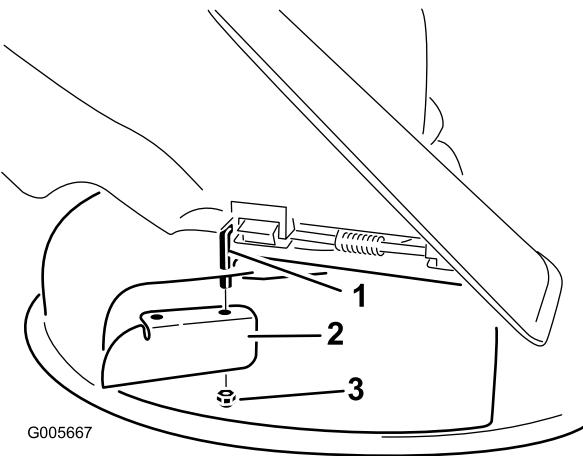

Figure 26
7. Montez le déflecteur d'ouverture sur la tige de pivot exposée (Figure 26).
3. Enlevez le déflecteur d'ouverture du plateau de coupe (Figure 26).